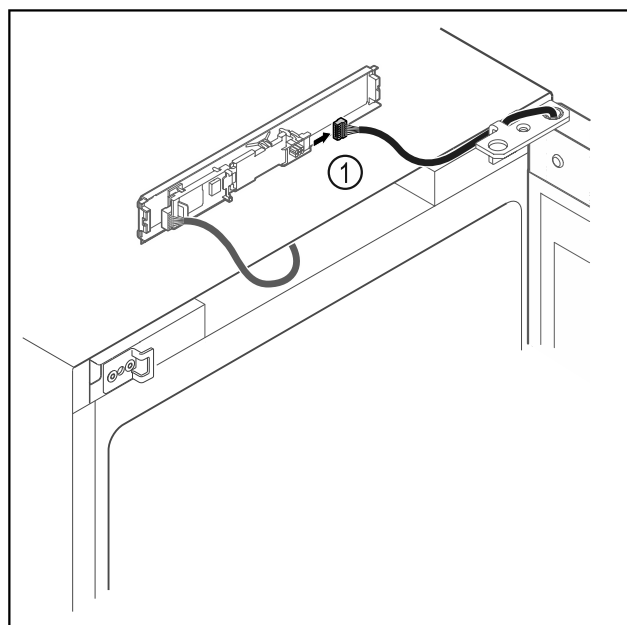

Fig. 16
- Trekk ut pluggen Fig. 16 (1) fra kretskortet.